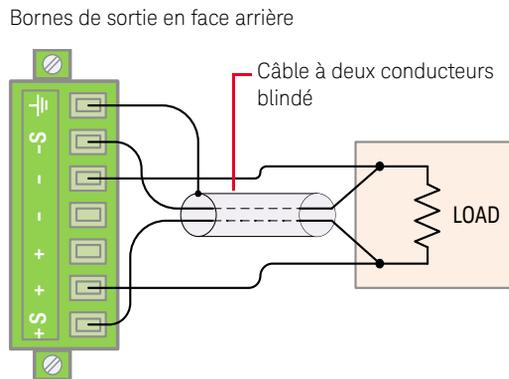

Figure 3-1 Connexions pour la détection déportée
- 4 A l'aide d'un tournevis à fente, desserrez les vis du haut et reliez les bornes de détection (S+ et S-) et les bornes de sortie (+ and -) à la charge avec un câble 2 fils blindé, comme illustré dans la Figure 3-1.
Les bornes de détection (S+ et S-) doivent être raccordées. Le branchement doit être local (Figure 3-2) ou distant (Figure 3-1).
- 2 Supprimez les connexions entre les bornes de détection (S+ et S-) et les bornes de sortie (+ et -) sur l'instrument U3606B. A l'aide d'un câble 2 fils blindé, reliez les bornes de détection de l'instrument U3606B à la charge, comme illustré dans la Figure 3-1. Respectez la polarité lorsque vous raccordez les cordons à la charge.